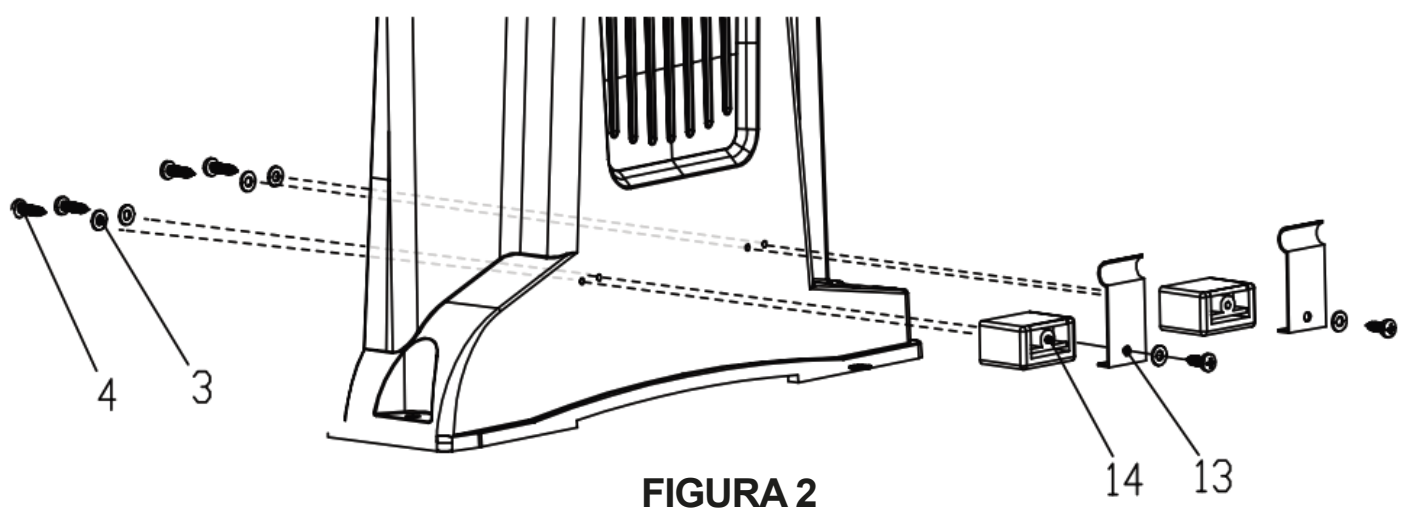

FIGURA 2
1. Incline la sierra de costado para acceder a la abertura debajo de la carcasa (12) de la sierra.
2. Use tornillos ST4.2x14 (4) y arandelas planas de Ø4 (3) para fijar las abrazaderas de la varilla de empuje (13) y los bloques de la varilla de empuje (14) al costado de la sierra de mesa. Ver Figura 2.